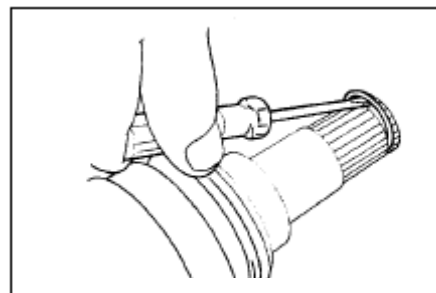

Рис. 135
26. Установите новое стопорное кольцо. (рис. 135)